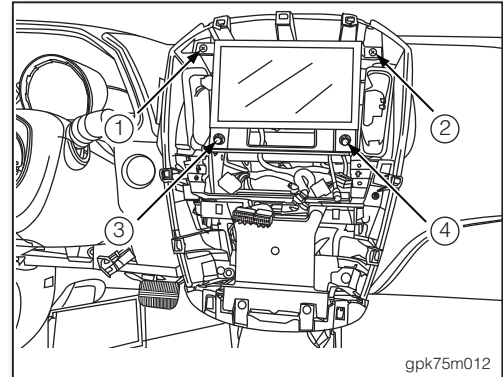

图 12
2. 拆下 OBU ECU 的固定螺丝①、②与螺栓③、④ (如图 12)。